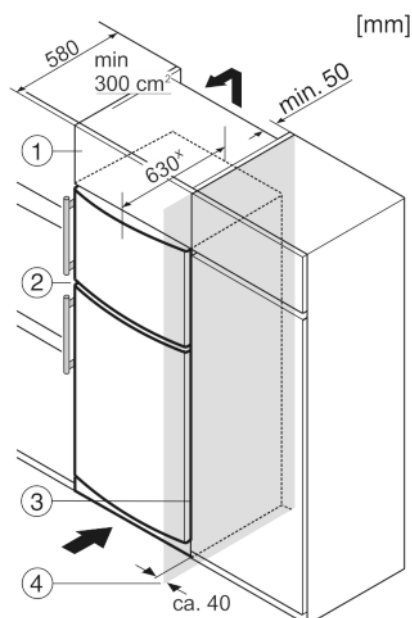

Fig. 7
L'appareil peut être entouré de meubles de cuisine. Pour adapter l'appareil *Fig. 7 (2)* à la hauteur des placards de la cuisine intégrée, on peut placer un élément haut *Fig. 7 (1)* au-dessus de l'appareil.
Lors de la transformation avec des placards de cuisine (profondeur max. 580 mm), l'appareil peut être placé directement à côté du placard de cuisine *Fig. 7 (3)*. L'appareil dépasse latéralement de 34 mm^x et de 50 mm^x au centre de l'appareil par rapport à la face avant du placard de cuisine.
Si l'appareil est installé avec les charnières à côté d'un mur *Fig. 7 (4)*, la distance entre l'appareil et le mur doit être de 40 mm min. Ceci correspond à la saillie de la poignée lorsque la porte est ouverte.